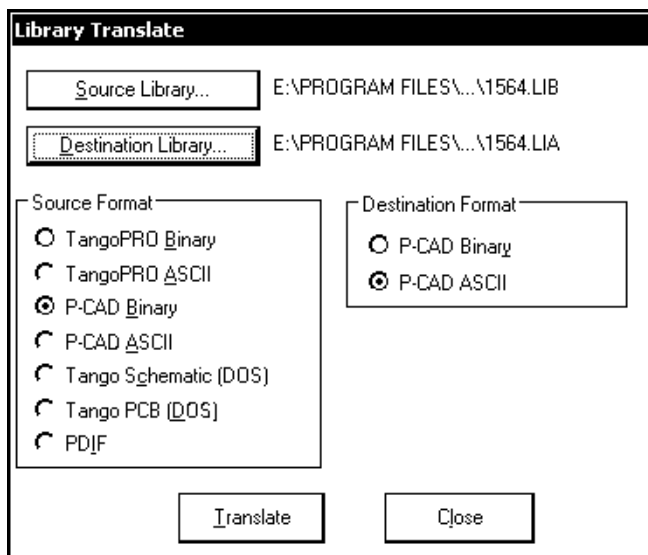

Рис. 2.19. Окно конверсии библиотек P-CAD 200x
1. Активизировать команду главного меню **Library** (Библиотека) | **Translate** (Конвертировать). Открывается одноименное диалоговое окно (рис. 2.19).